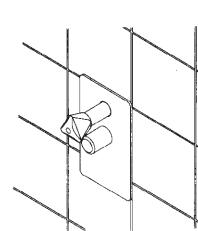

Abb. 3
6. Die Revisionsplatte, das Kappenoberteil des Absperrventils und die Übersteckhülse für die Druckminderer Kappe montieren (Abb. 3).